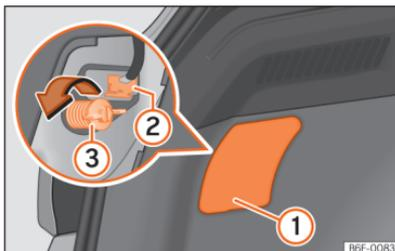
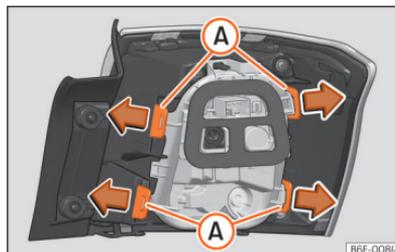

Fig. 169 Bagageira: acesso ao parafuso de fixação da unidade de luz traseira.
Fig. 170 Linguetas de fixação na parte posterior da unidade de luz traseira.
- Retire a tampa fazendo alavanca com o lado plano de uma chave de fendas no entalhe >>> **Fig. 169** ①.
- Retire o conector da lâmpada ②.
- Desenrosque com a mão ou com a ajuda de uma chave de fendas o parafuso de fixação do farolim ③.
- Desmonte o porta-lâmpadas desbloqueando as linguetas de fixação >>> **Fig. 170** A.